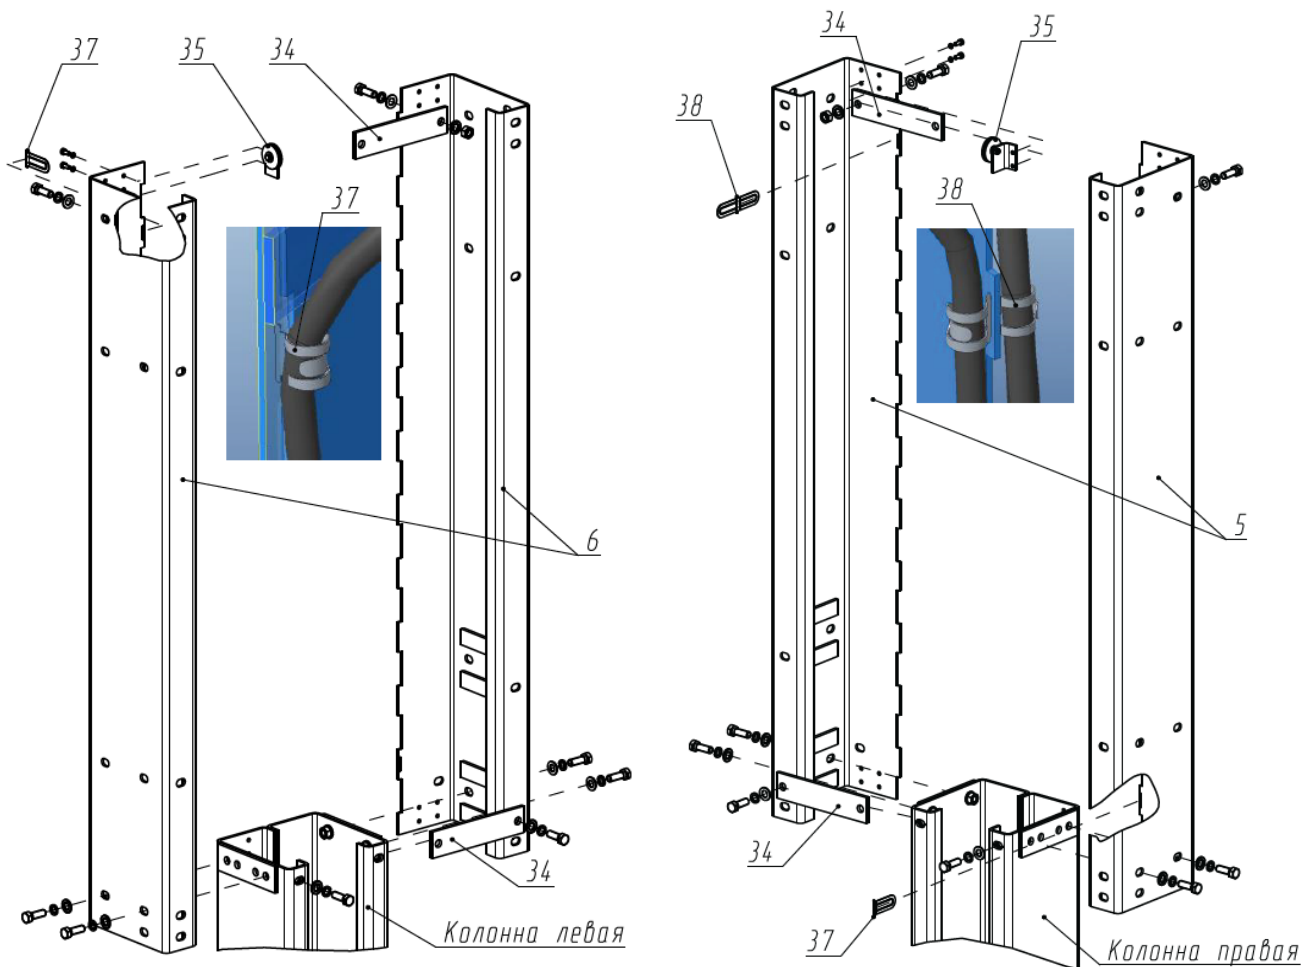

Рисунок 6.2 – Установка надставок
6.3 На готовый бетонный пол (4500х1500х250мм) установить стойки 1 и 2 (убедиться, что правильно выбран направление заезда). К стойкам 1 и 2, используя болты М12х35, гайки М12, шайбы 12Г и шайбы 12, привернуть надставки 5, 6 (рисунок 6.2) и перекладину 3. На надставки 5, 6 установить блоки 35 системы стопорения кареток, используя болты М6х14 и шайбы 6Г, а также установить хомуты 37, 38 (после установки в монтажное место, хомут разогнуть в разные стороны, далее обернуть Р.В.Д. по месту) в надставку 5, 6 как указано на рисунке 6.2.